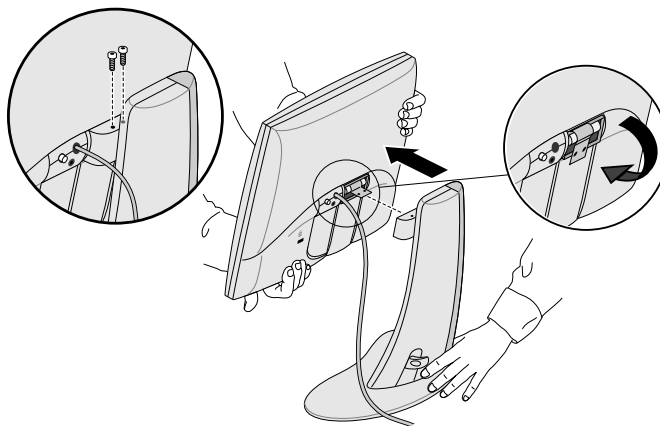

Figura 1-4 Rimozione del monitor dal supporto.
4. Sostenere il monitor come illustrato nella Figura 1-4. Utilizzare la chiave esagonale da 3 mm per allentare e rimuovere le due viti esagonali che fissano il monitor al supporto. Conservare le viti nel caso sia necessario fissare nuovamente il monitor al suo supporto.
6. È anche possibile piegare verso il basso la linguetta metallica posta sul retro del monitor piatto, come illustrato nella Figura 1-4. Potrebbe essere necessario l'uso delle pinze.